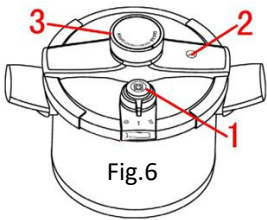

Fig.6
✖ En utilisant nos produits pour se sentir    l'aise, nous avons con  u et   quip   plusieurs appareils pour la s  curit  . (Fig. 6)
2. Le r  glage multi-appareils garantit le fonctionnement normal de l'autocuiseur. (Fig. 6)